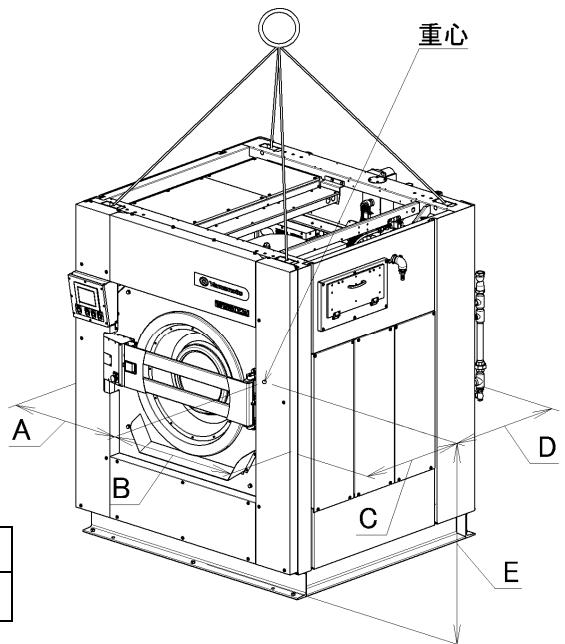

図 3-1
3) クレーン等で機械を吊り上げるとき 2 は、本体上部四隅（図 3-1）の 4ヶ所に必ずフックを掛けて吊り上げます。
4) 重量と重心（図 3-1）